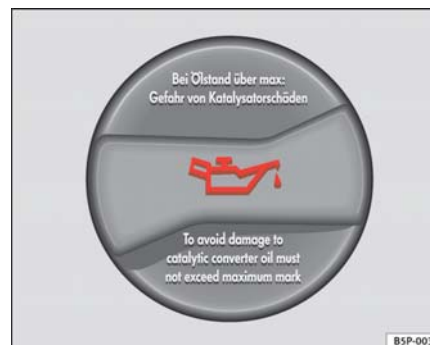

Fig. 138 Tapón de la boca de llenado de aceite del motor en el vano motor ►
- Desenrosque el tapón de la boca de llenado de aceite del motor ⇒ **página 210, fig. 138.**